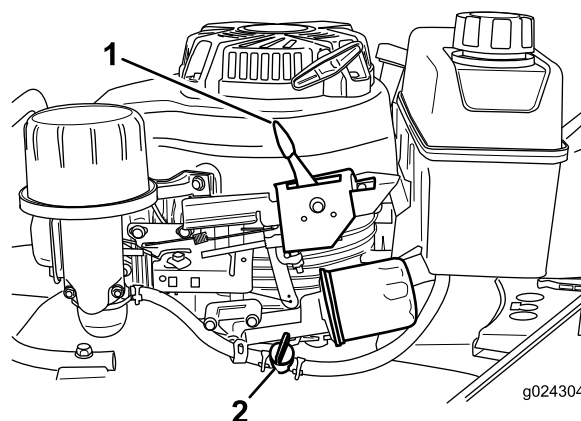

Figure 12
2. Ouvrez le robinet d'arrivée de carburant (Figure 12).
3. Réglez la commande d'accélérateur (Figure 12) en position Starter.
Relâchez la barre de commande de la lame et placez la commande d'accélérateur (Figure 12) en position Arrêt.
**Remarque:** Fermez le robinet d'arrivée de carburant (Figure 12) si vous ne prévoyez pas de démarrer le moteur tout de suite après.